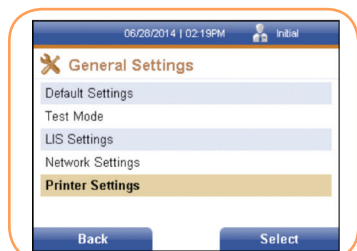

FIGURA 26
5. Una vez se haya introducido toda la información, pulse tecla programable derecha para aceptar la información o la tecla programable izquierda para descartar los cambios. Con cualquiera de las dos opciones, el usuario volverá al menú anterior (Figura 26).